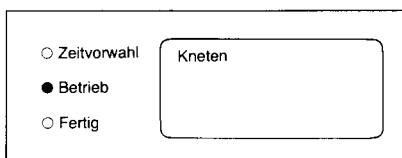

Abb. 3
- 3) LCD-Anzeige und Betriebsanzeige (rote LED) bleiben im weiteren Testablauf eingeschaltet. Abb. 3.